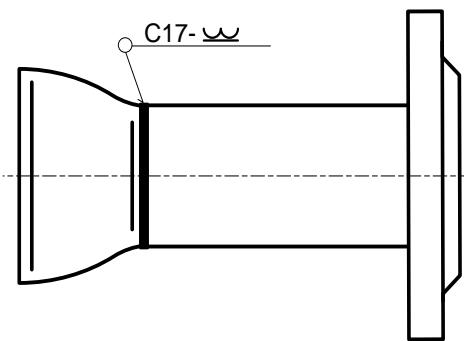

Рис.7.Прямолинейный отрезок трубы с концентрическим переходом.
- 3.3.2.4. Если монтаж выполняется в трубопровод с DN большим, чем $\text{DN}_{\text{ППР}}$, к противоположным концам отрезков труб следует приварить концентрические переходы (рис.7).